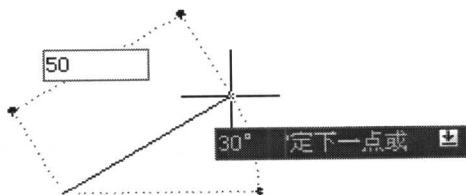

图 1-12 直线方向为 30 度
(1) 调用“直线”命令。
(2) 根据命令行提示: “输入第一点坐标:”, 输入“100, 50”, 回车。
(3) 根据命令行提示: “指定下一点 [或放弃 (U)]:”, 此时先给出直线的方向, 如图 1-12 所示, 直线方向为 30 度。